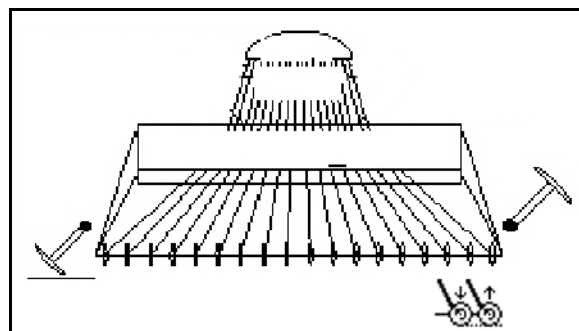

Fig. 51
1. Skær-/strigletryk forvælges (Fig. 51).